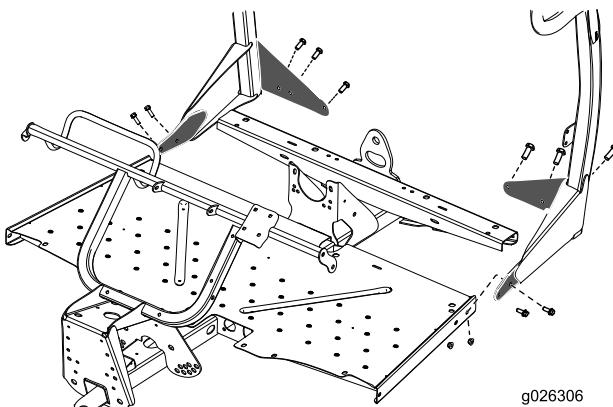

Bild 6
- Setzen Sie den Überrollsitzschutz, wie in Bild 6 abgebildet, auf die Maschine und fluchten Sie die Befestigungslöcher an den Seiten und hinten aus.
- Befestigen Sie den Überrollsitzschutz mit den restlichen vier Schrauben (3/8") und vier Muttern (3/8") an den Seiten der Bodenplatte (Bild 6).